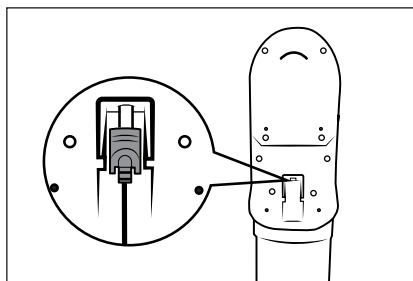

Fig. 8
- Støvsugeren kan også oplades direkte med netadapteren **10**. Tag hulstikket **11** ud af vægholderen **18** med en let drejning, og sæt det ind i ladestikket **3** på produktet (se fig. 8).